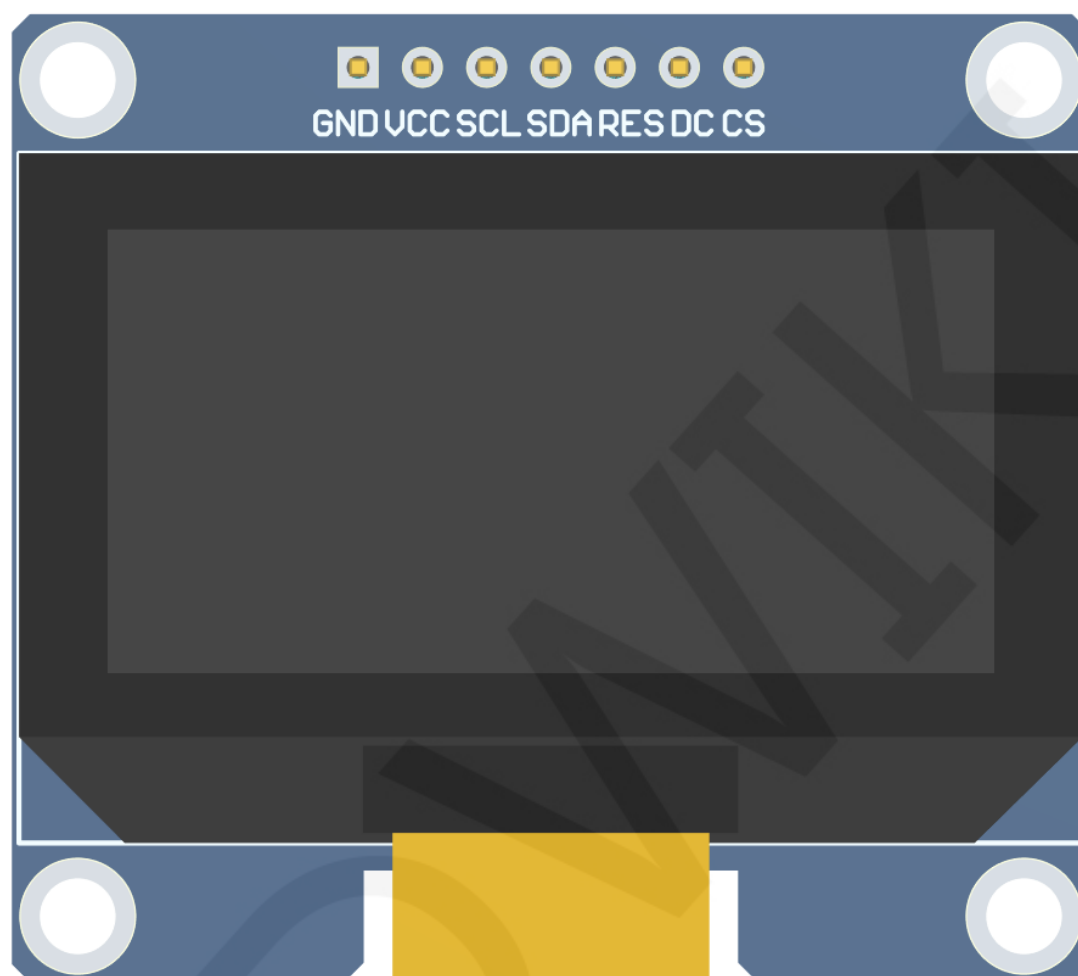

图1. 模块引脚丝印图
- 2、接口总线模式切换后，需要选择相应配套的软件和相应的接线引脚（如图1所示），模块才能正常运行。相应的接线引脚说明如下：